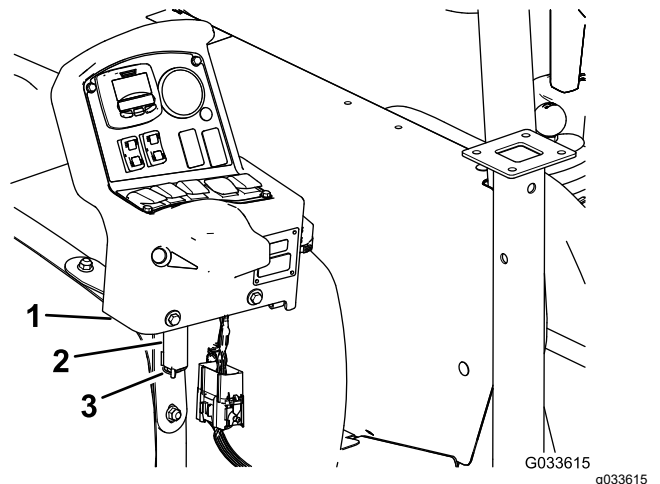

Figure 98
7. Déposez la console de son support sur la planche de bord de la machine et alignez l'axe de pivotement de la console et le support de rangement au niveau de la sangle avant de la cuve (Figure 98) ; voir Montage de la console de commande sur la machine \(page 18\).
8. Fixez la console au support et fixez l'axe de pivot au support avec la goupille fendue (Figure 98).